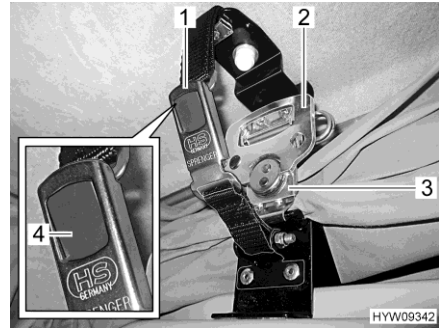

Fig. 55 Dispositif de verrouillage
- Tirer le tendeur rapide (Fig. 55,3) de chaque côté vers le bas et l'accrocher dans la plaque de fixation.
- Déplier la poignée (Fig. 55,2) de chaque tendeur rapide et la faire tourner d'un demi-tour dans le sens des aiguilles d'une montre.
- Emboîter les deux pièces de la houssette (Fig. 55,1). Le bouton-poussoir gris (Fig. 55,4) s'enclenche.